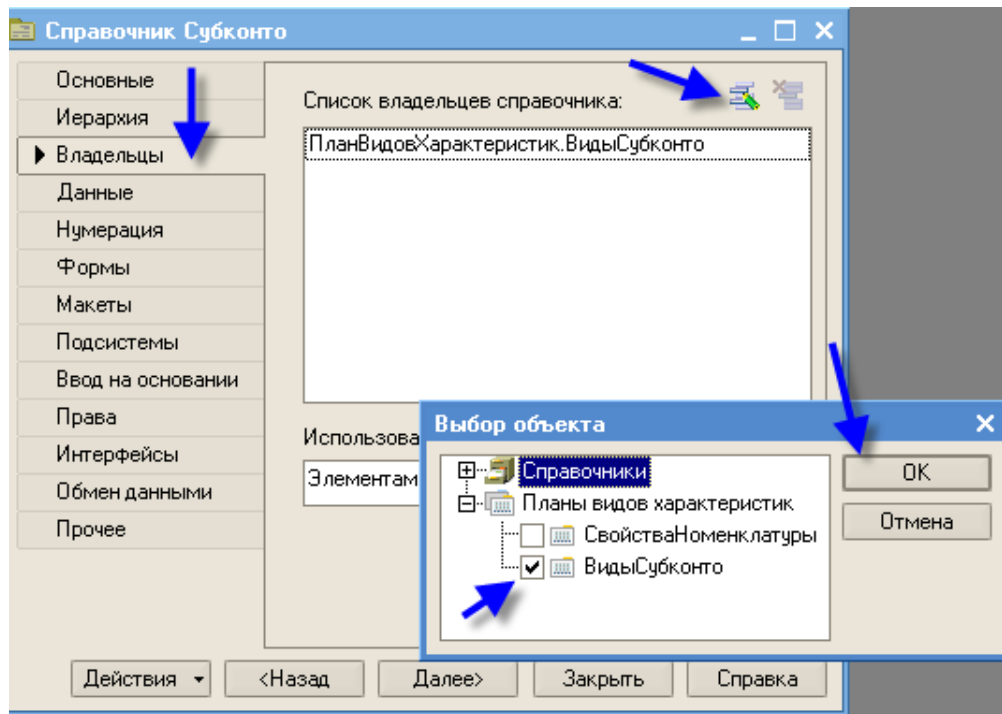

Рис. 154
- создайте объект конфигурации **Справочник** с именем **Субконто**, на вкладке *Владельцы* укажите, что справочник будет подчинен плану видов характеристик **ВидыСубконто** (рис. 154);